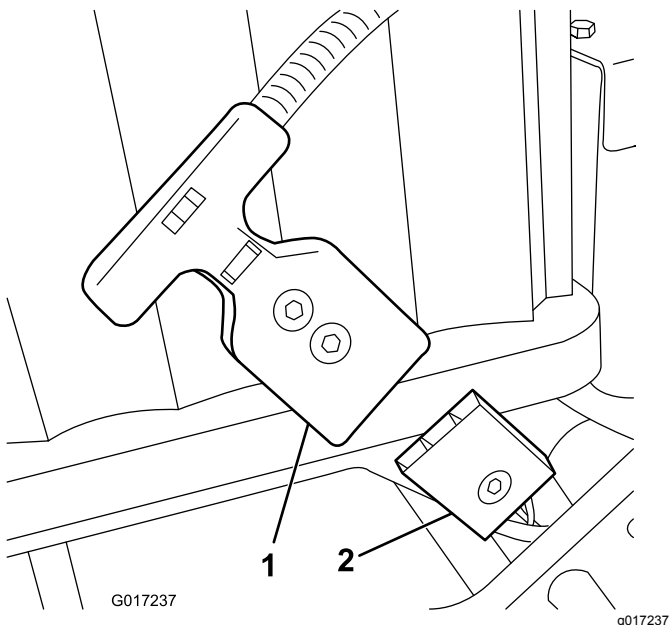

Bild 15
Hinweis: Wenn Sie beim Einbau des Batteriepacks den Batteriepackanschluss nicht mit dem Kabelbaumstecker der Maschine verbinden können, können Sie den Kabelbaum an das Batteriepack anschließen und dann das Batteriepack einbauen. Ziehen Sie den Netzstecker (**Bild 15**) vom Akkuunterteil ab. Befestigen Sie den Anschluss an der Batterie, wie beschrieben. Befestigen Sie die Batterie am Unterteil; führen Sie den angeschlossenen Kabelbaum durch das entsprechende Loch und befestigen dann den Netzstecker mit den vorher entfernten Befestigungen am Batterieunterteil.
16. Schließen Sie den T-Holmanschluss vom Hauptkabelbaum am Netzstecker am Batterieunterteil an (Bild 15).